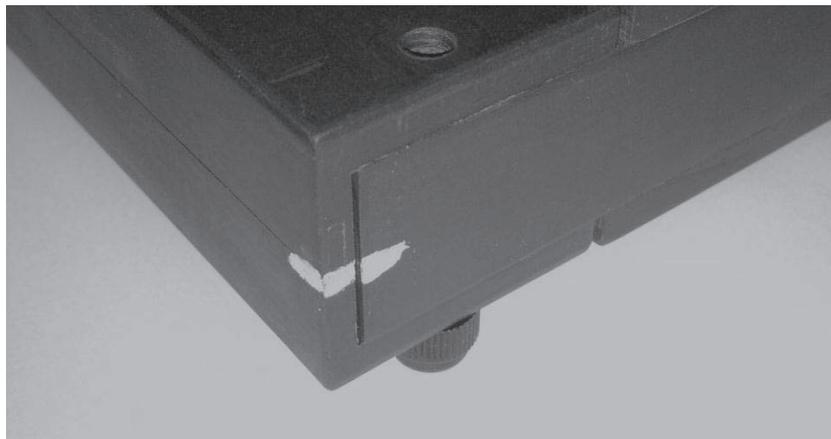

Figura 7: Marcas Transversales en el TC de Núcleo Dividido
- Las marcas transversales en las dos piezas de un TC de núcleo dividido deben alinearse tal como se muestra en la Figura 7.